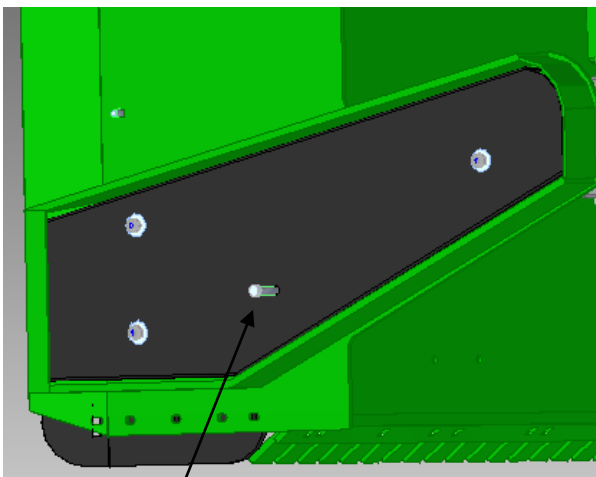

Bild 10. Handtag.
- Vid demontering av kedjeskyddet, kan du lossas den mellersta skruven. Då fungerar den som handtag. Bild 10.